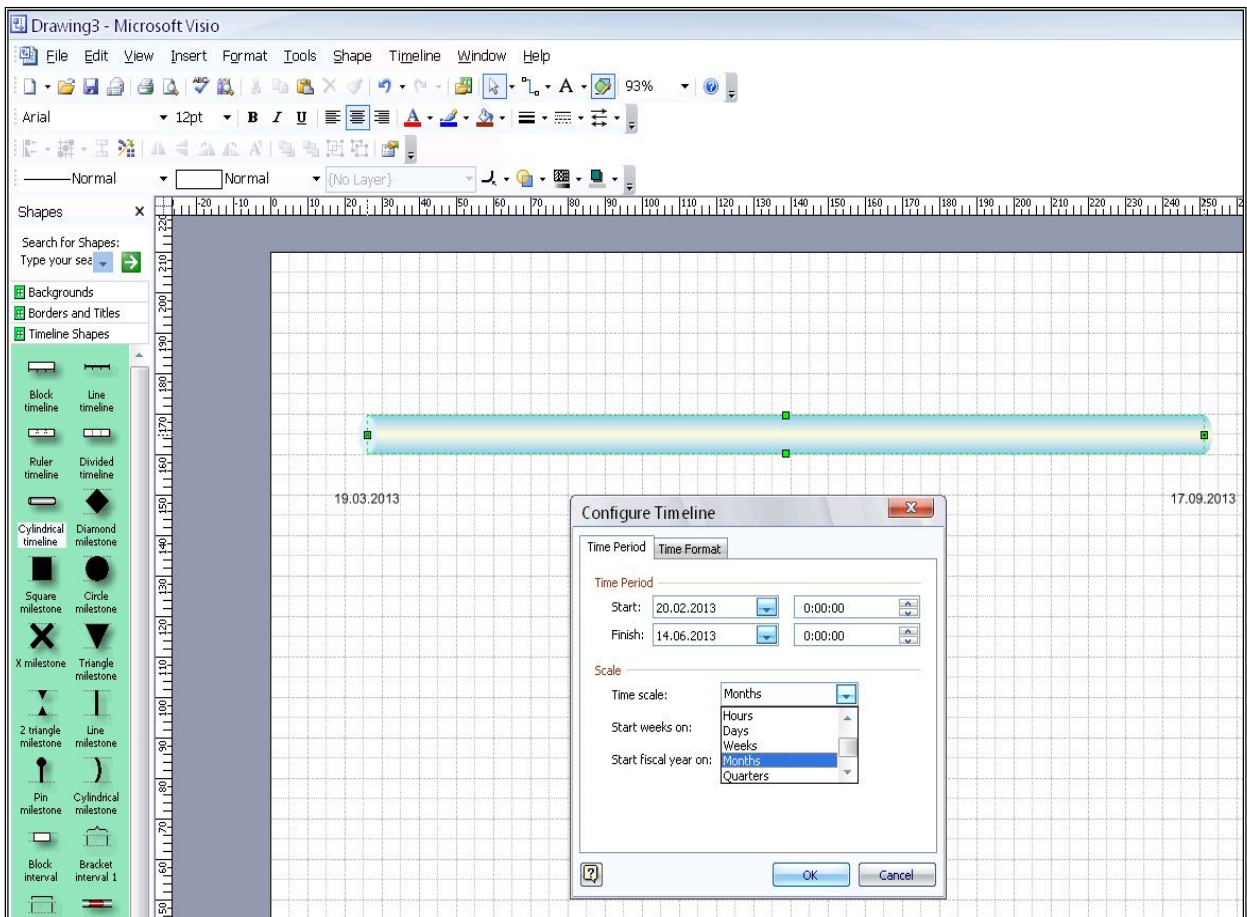

Рис. 83. Контекстное меню линии времени
1) Выбираем Линию времени “Cylindrical timeline” из группы шейпов **Timeline Shapes**. В диалоговом окне «Configure Timeline» настраиваем календарь проекта (например, старт – 20.02.13, финиш – 14.06.13, шкала – месяцы) – рисунок 83. При необходимости к этому окну можно вернуться через контекстное меню линии.